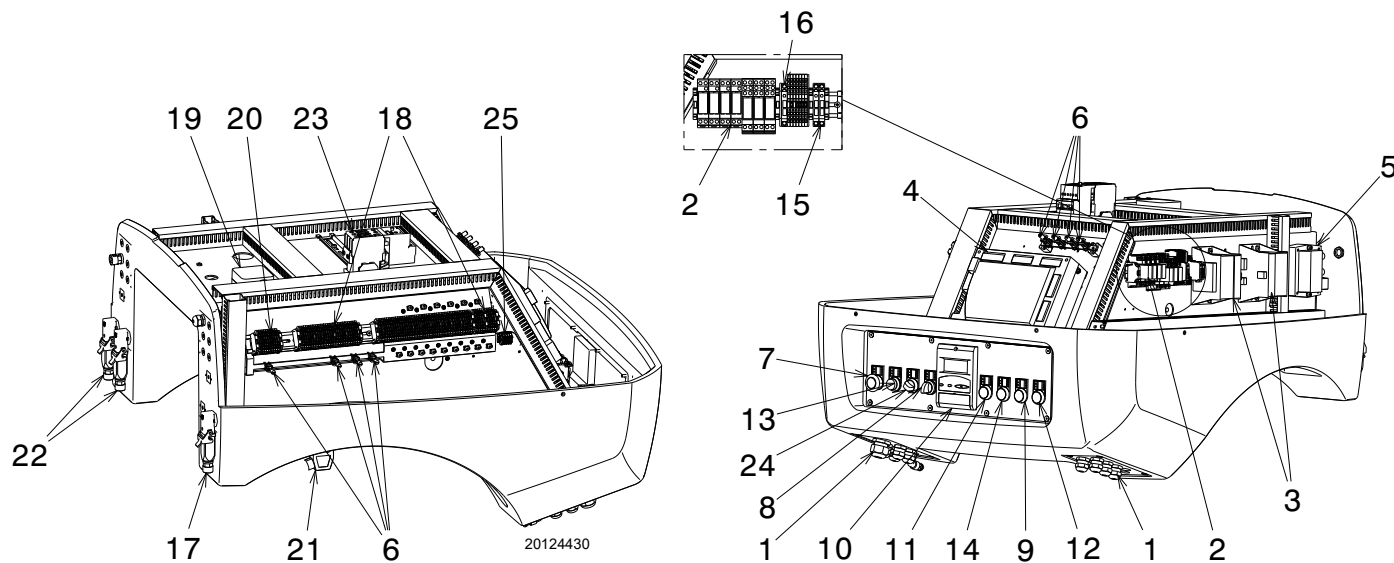

Fig. 5
- **Bloqueo caja de control:** el pulsador encendido (led rojo) 13)(Fig. 5) advierte que el quemador está bloqueado. Para desbloquear, presionar el pulsador 13)(Fig. 5) o utilizar la pantalla.